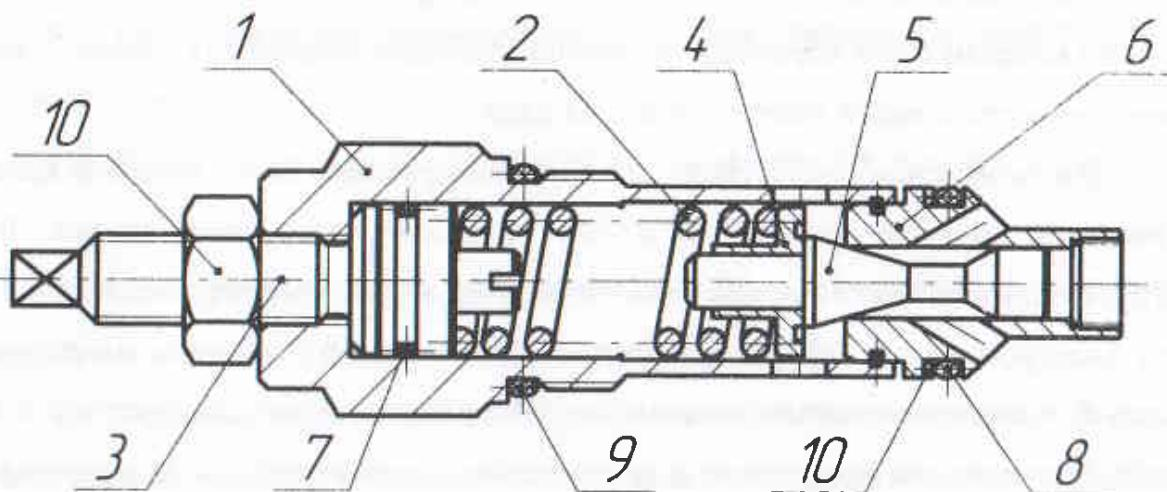

Рисунок 5.2. Клапан предохранительный
4.3 Клапан предохранительный представляет собой конструкцию клапана прямого действия и состоит из деталей, перечень которых приведен на рис. 5.2